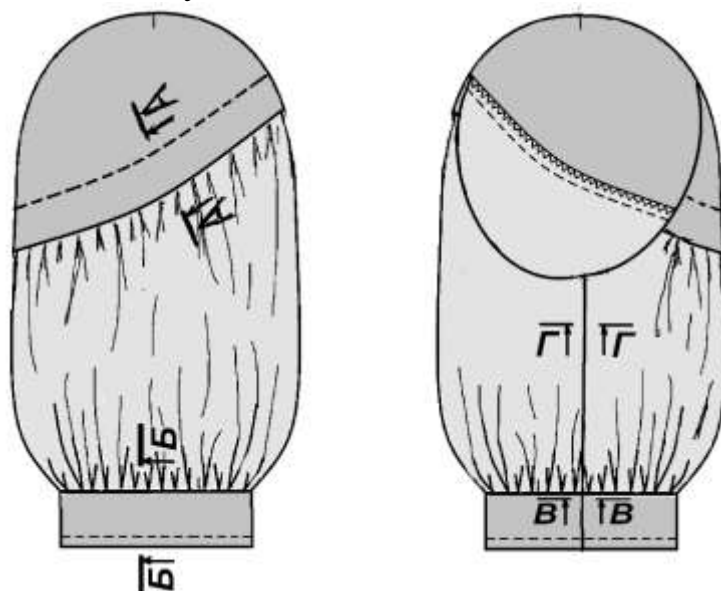

Рисунок 1 – Фрагмент платья. Рукав
Второй этап: Моделирование фрагмента заданной модели **«Рукав»** женского платья (стр. 8, рис. 1) в натуральную величину и изготовление лекал
Третий этап: Изготовление (пошив) образца фрагмента заданной модели (стр. 8, рис. 1) женского платья.
1) Внешний вид фрагмента заданного изделия должен полностью соответствовать техническому рисунку модели и художественно-техническому описанию (стр. 3, табл.1), рисунку фрагмента (стр. 8, рис. 1) и техническим требованиям в п.п.2.2 (при их наличии).